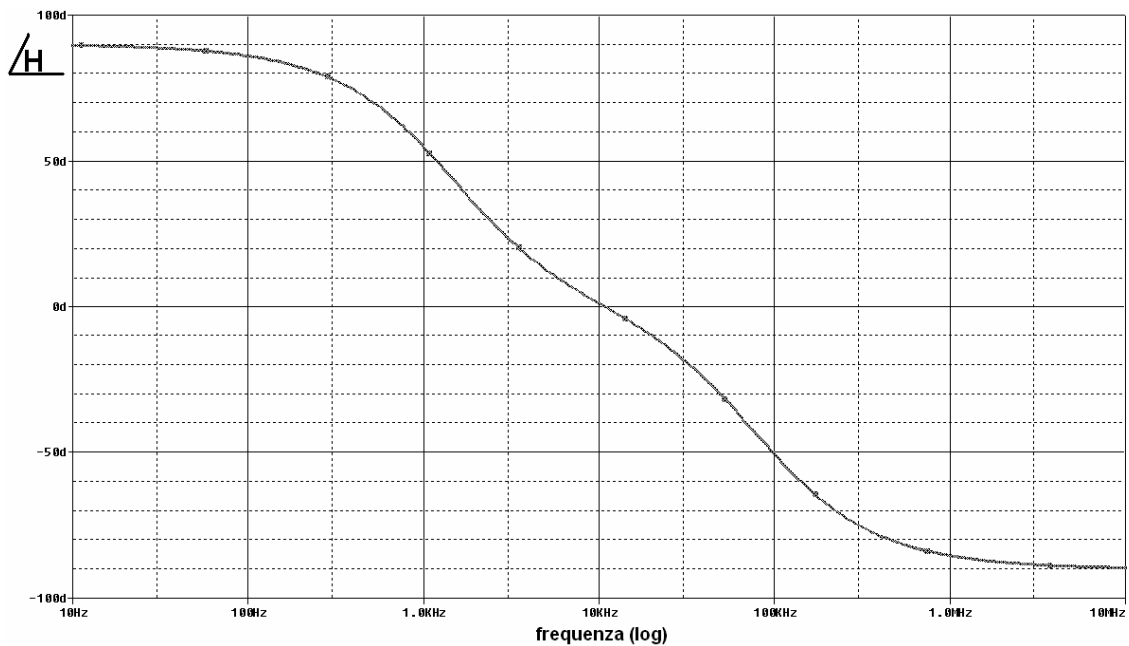

Figura 3 Fase della funzione di trasferimento
- Tracciare i grafici di modulo e fase di H, sull'esempio di Figura 2 e Figura 3, utilizzando i fogli pre-stampati: porre i corretti riferimenti sugli assi. Il modulo può essere tracciato, per quanto riguarda le ordinate, sia in volt, che direttamente in dB.